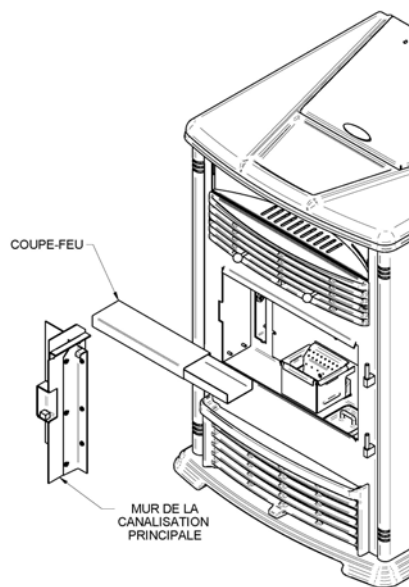

Figure 42
- Tout en gardant la porte fermée, nettoyez les tubes de l'échangeur de chaleur en activant la tige de nettoyage d'avant en arrière. (voir les figures 42 & 43).